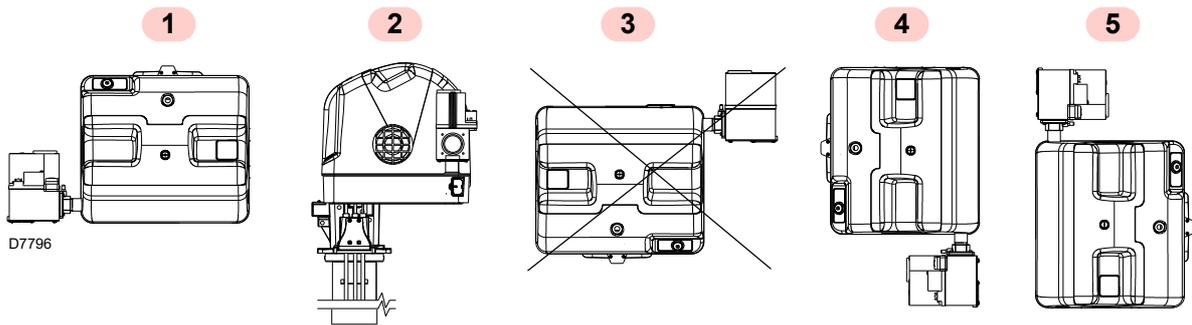

Fig. 13
- Il bruciatore è predisposto esclusivamente per il funzionamento nelle posizioni **1, 2, 4 e 5** (Fig. 13).
- Tutte le posizioni richiedono l'installazione della valvola gas con le bobine rivolte verso l'alto o orizzontalmente (Fig. 13).